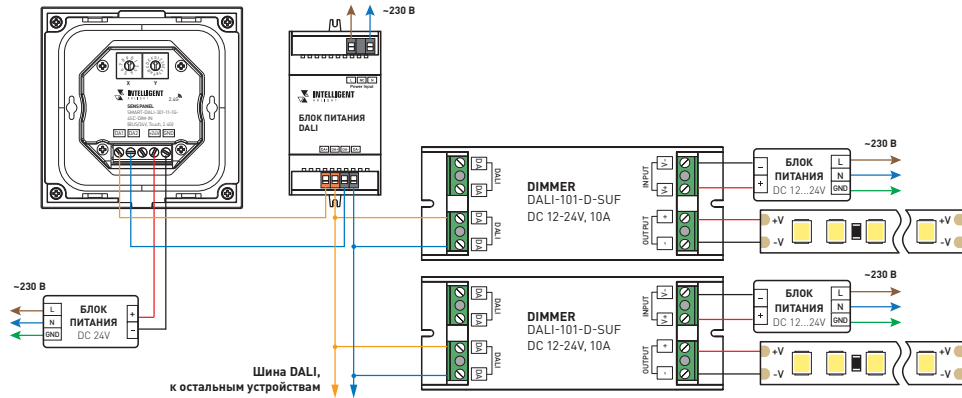
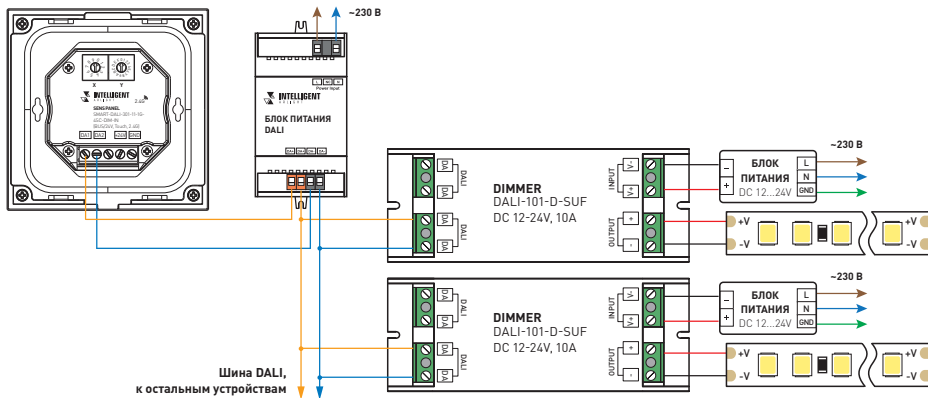

Рис. 1. Подключение панели SMART-DALI-301-11-1G-4SC-DIM-IN с питанием от внешнего источника напряжения DC 24 В
Рис. 2. Подключение панели SMART-DALI-301-11-1G-4SC-DIM-IN с питанием от шины DALI
- 3.3. Соедините оборудование согласно схемам на рис. 1, рис. 2.